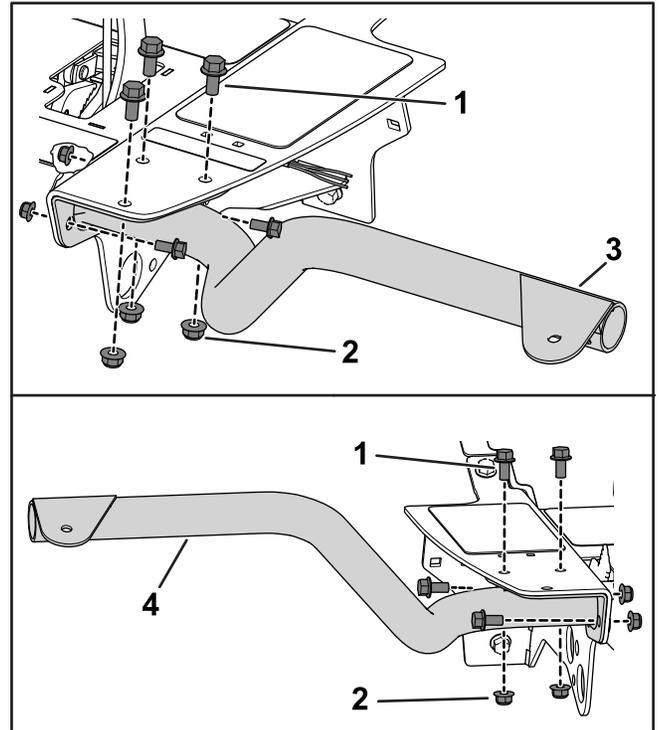

**Figura 1**
1. Desenchufe los conectores de los faros del carenado y retire las fijaciones que sujetan el carenado de la carcasa al bastidor de la máquina (Figura 1).